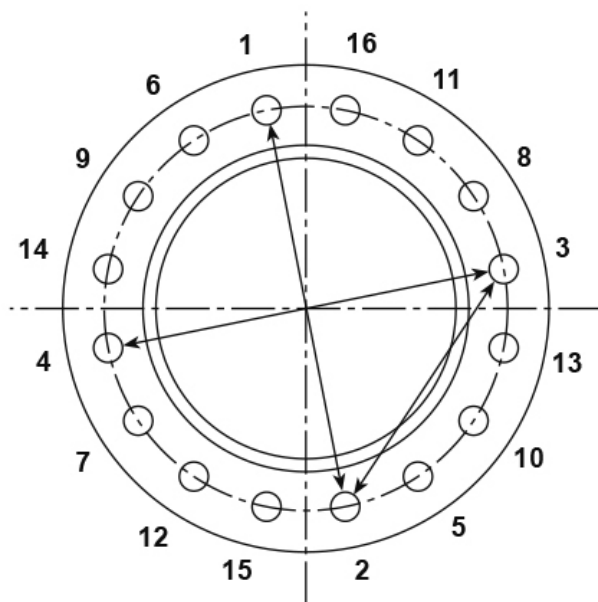

Fig. 14
- 5.3** Une fois que les températures de fonctionnement sont atteintes dans l'échangeur de chaleur, resserrer la boulonnerie sur les joints afin d'éviter les fuites. Le serrage doit être uniforme et diamétral comme illustré dans la Fig. 14 et en accord avec le paragraphe 6.6 "Serrage".
Le serrage doit être effectué uniformément sur les écrous diamétralement opposés comme montré sur la Fig. 14.